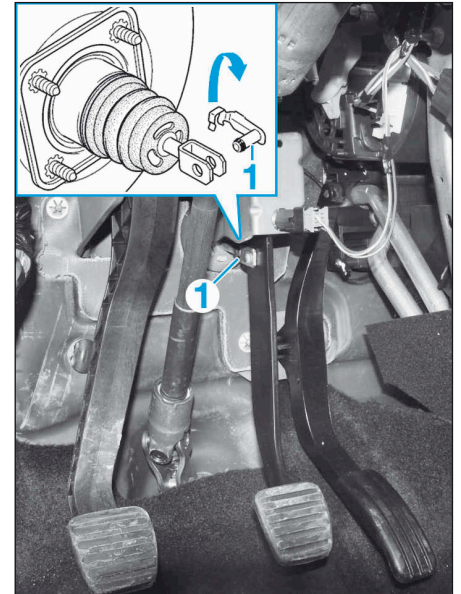

FIG.17
- Déposer l'axe de sécurité (1) entre la tige de poussée du servofrein et la pédale de frein, après l'avoir basculé vers le haut (Fig.17).